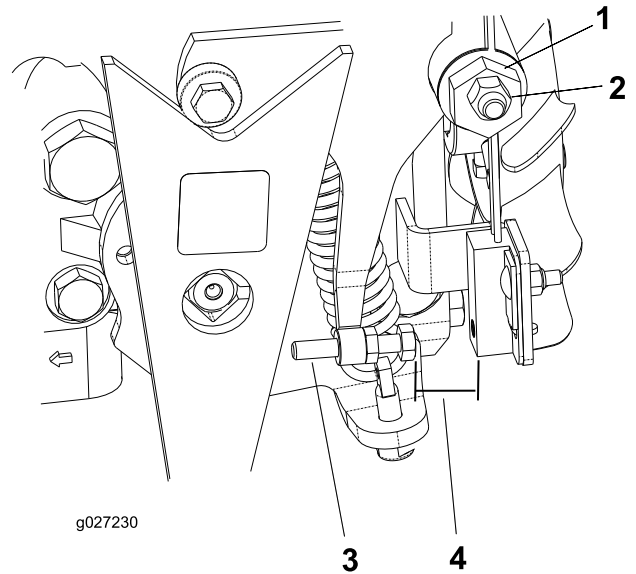

图35
4. 拧松牵引调节凸轮上的锁紧螺母（图35）。
5. 启动发动机并朝两个方向旋转凸轮六角螺栓（图35），以确定中档范围的中点。
3. 调节螺丝，直至气隙为 0.8~2.3mm；请参阅图35。